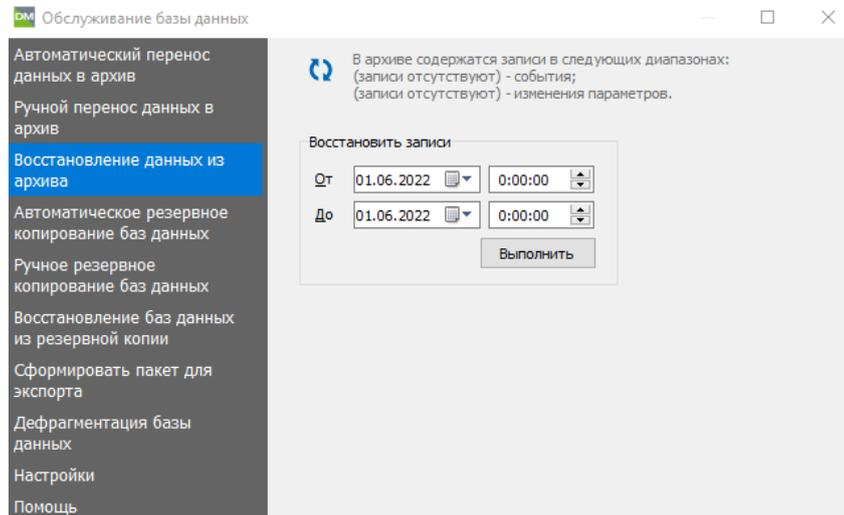

Рисунок 27.6 – Вкладка Восстановление данных из архива
- 1) Перейти на вкладку **Восстановление данных из архива** (рисунок 27.6).